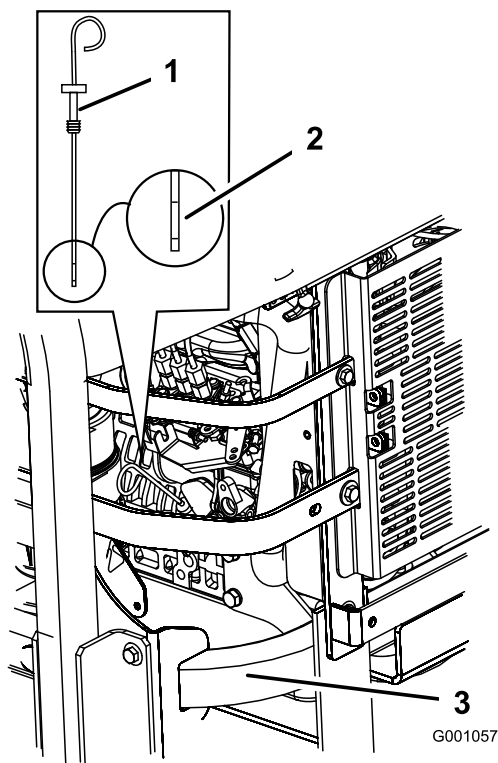

Figura 38
3. Pulite attorno all'asta di livello (Figura 38) in modo che la morchia non possa penetrare nel foro di rifornimento e danneggiare il motore.
4. Estraete l'asta di livello dell'olio e pulite l'estremità metallica (Figura 38).
5. Inserite a fondo nel tubo di rifornimento l'asta di livello dell'olio. Estraete l'asta e controllate l'estremità metallica (Figura 38). Se il livello dell'olio è basso, versate lentamente dell'olio nel foro di rifornimento solo quanto basta per portare il livello al segno Full.